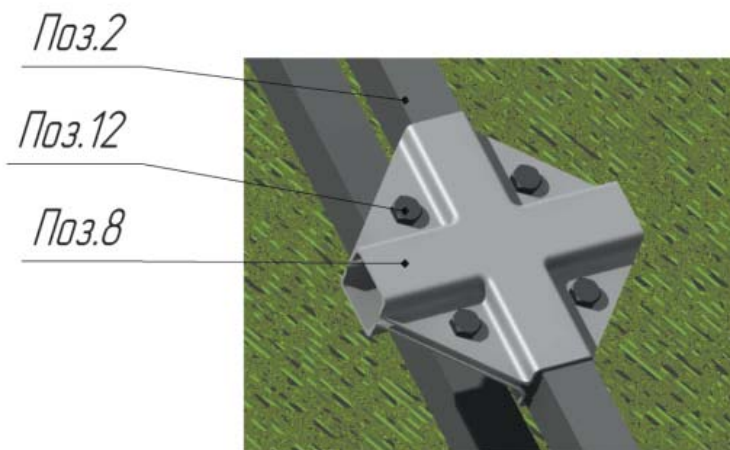

Рисунок 11 – Монтаж крепления-спайдер «Х-образного»
4. Закрепить на стойку (Поз.2) крепление-спайдер «Х-образный» (Поз.8) (не затягивать) (рис. 11).